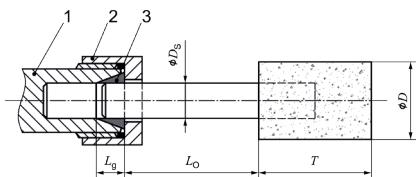

Fig. 1 - Inspänningslängd från spännc Chuck och spännyhsan
- Det tillätna varvtalet för små slipstift måste reduceras för att kompensera för skaftlängden mellan spännyhsan och slipstiftet (överhäng). Kontrollera att minsta inspänningslängden på 10 mm inte underskrivs. (Se fig. 1 och rekommenderingen från tillverkaren av slipstiften).